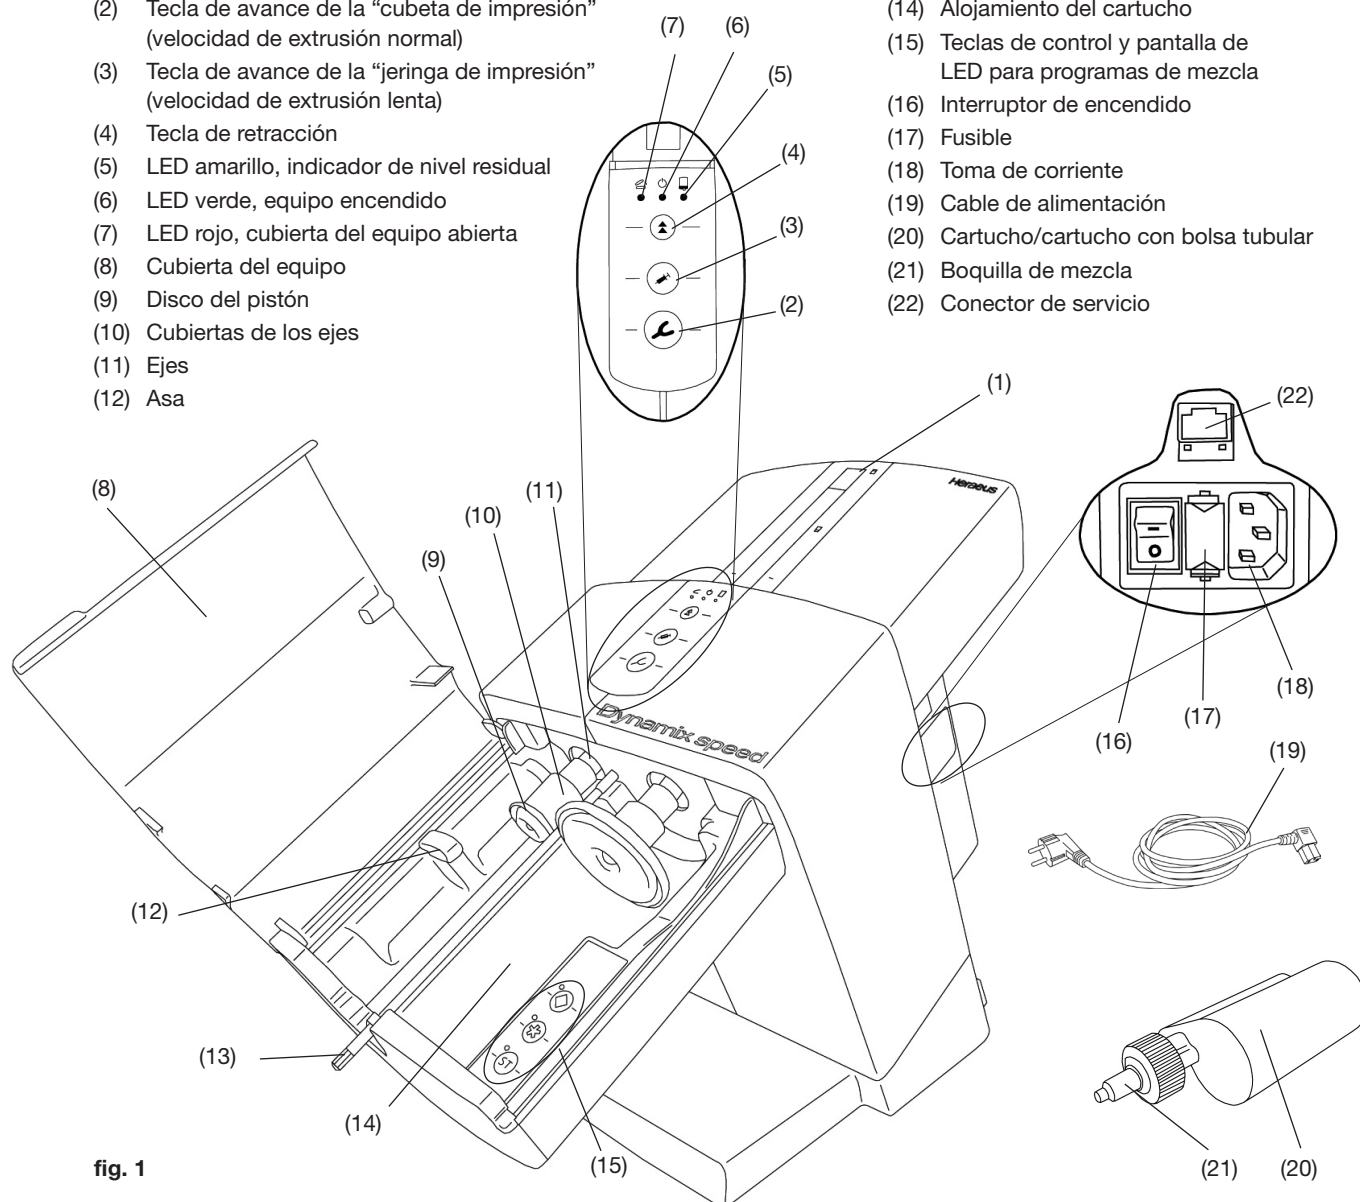
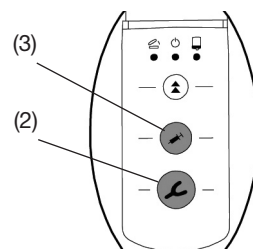

fig. 1
fig. 8
- Conecte el cable de alimentación (19, fig. 1) suministrado a la toma de corriente (18).
- Encienda el equipo con el interruptor de encendido (16).
- Pulse la tecla de retracción (4).
- El pistón (9, fig. 1) se retrae hasta su posición inicial y se detiene.
- Abra la cubierta del equipo (8, fig. 1).
- Retire la sujeción para el transporte (23).
El cartucho solo puede instalarse o sustituirse si ambos pistones (9, fig.1) se encuentran en su posición inicial.
- Cierre la cubierta del equipo (8, fig. 1).
- Coloque el cartucho (20) en el equipo. Asegúrese de que el cartucho está encajado en su sitio por debajo del asa (12).
- Seleccione el programa de mezcla (15) y consulte el apartado 5.1.1. Sobre el cartucho encontrará información acerca del programa de mezcla en forma de símbolo de "asterisco" * o "diamante" ◆.
- Cierre la cubierta del equipo (8, fig. 1). La cubierta no se cerrará si el cartucho no se ha instalado correctamente. El LED de color rojo que indica que la cubierta está abierta (7, fig. 1) permanece encendido hasta que esta se cierra correctamente.
- Si el usuario pulsa una de las teclas de alimentación (cubeta de impresión [2, fig. 8] o dispensador [3, fig. 8]) sin seleccionar un programa de mezcla, se activa automáticamente el programa "ST". El LED situado junto a la tecla "ST" se enciende.
- Pulse y mantenga la tecla de avance (2) o (3) (según la velocidad o la función deseadas):
- Cubeta de impresión (2), velocidad de extrusión normal con programa de mezcla activado.
- Jeringa de impresión (3), velocidad de extrusión lenta.
- La columna de mezcla se activa para permitir que el extremo hexagonal (13, fig. 1) entre en la boquilla de mezcla.
- Alojamiento del cartucho (14, fig. 1):
Con el pistón (9, fig. 1) retraído, es fácil acceder al alojamiento del cartucho para su limpieza.